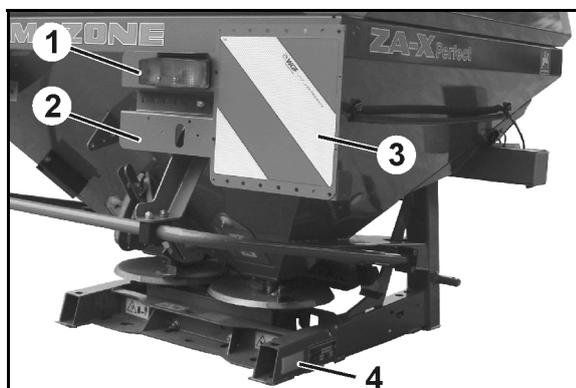

Fig. 9
**ZA-X:** Fig. 9/...
- (1) Luci posteriori, luci dei freni e indicatori di direzione
- (2) Portatarga con illuminazione